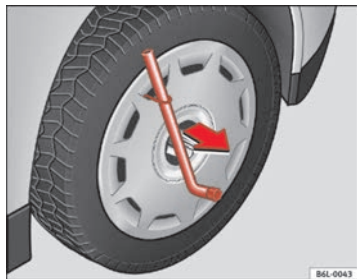

Fig. 123 Togliere il copricerchio
- Togliere il copricerchio con il gancio in metallo ⇒ fig. 123.